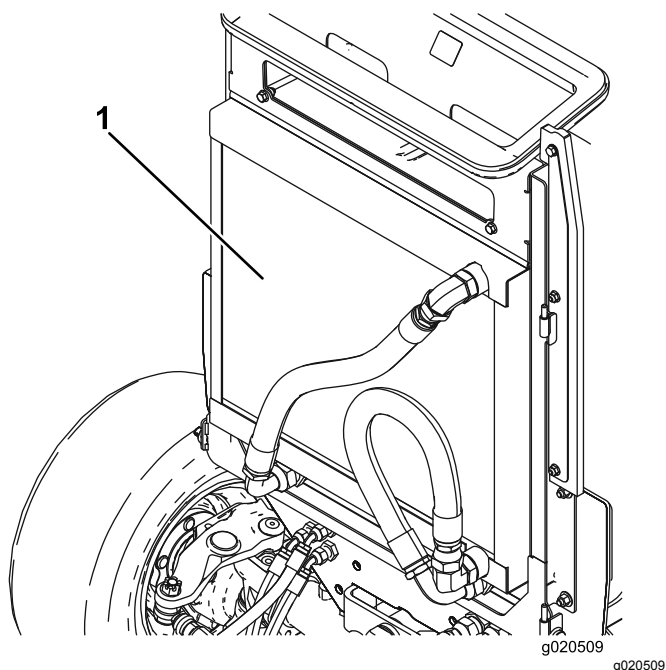

Figura 50
2. Pulite accuratamente entrambi i lati dell'area del radiatore/refrigeratore dell'olio (Figura 50) utilizzando aria compressa. Iniziate dal lato anteriore ed eliminate i detriti spingendoli verso